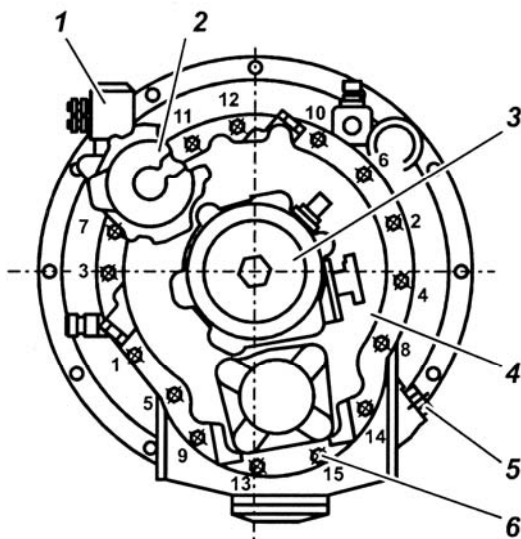

Рис. 109. Последовательность затяжки болтов крепления картера демультипликатора и размещение узлов:
Последовательность затяжки согласно рис. 109.
– Включить высший диапазон в демультипликаторе при вывернутом регулировочном болте поз. 6 (рис. 109), подав воздух под давлением от 784 до 833 кПа (8...8,5 кгс/см2) в пневмоцилиндр.